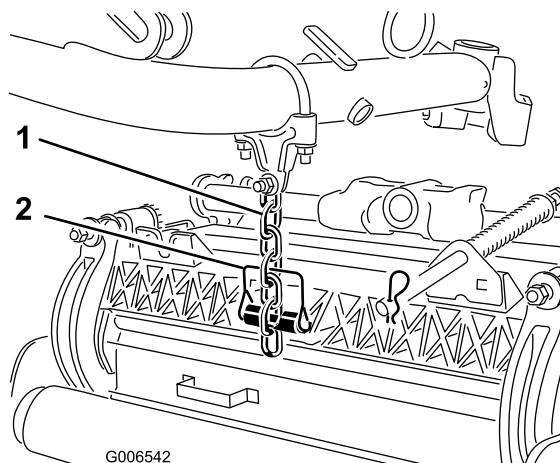

Figure 14
8. Fixez la chaîne du bras de relevage au support de chaîne du plateau de coupe (Figure 14) avec la goupille élastique comme suit :